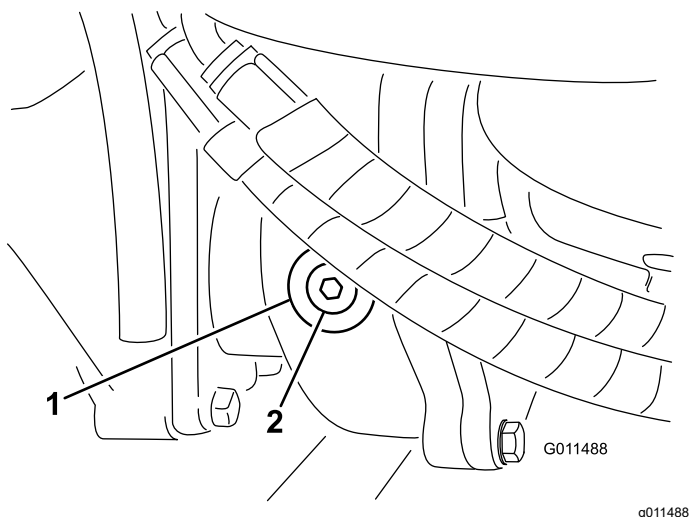

Figura 108
- Retire o tampão de verificação/enchimento que se encontra na zona esquerda da caixa de engrenagens e certifique-se de que existe lubrificante até ao fundo do orifício (Figura 108).